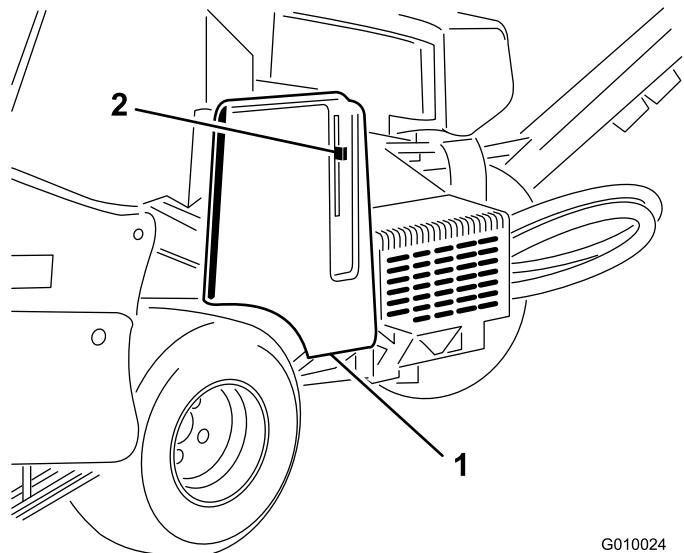
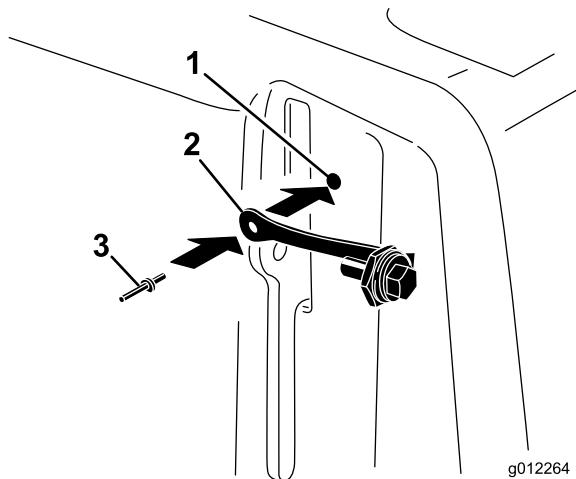

Figura 8
Figura 9
1. Localize o furo na cobertura da correia junto da alavanca de bloqueio (Figura 8 e Figura 9).
2. Utilizando o furo na cobertura da correia, instale o conjunto do cordão com um rebite cego (Figura 9).